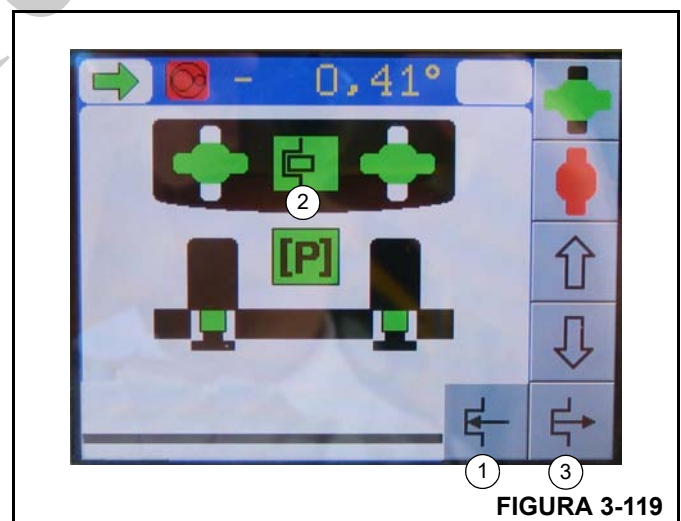

FIGURA 3-119
1. Pressione o botão de engate (1) (Figura 3-119). Quando os cilindros de travamento estiverem totalmente engatados, o ícone dos cilindros de travamento (2) se torna verde.
1. Pressione o botão de retração (3) (Figura 3-119). Quando os cilindros de travamento estiverem totalmente retraídos, o ícone dos cilindros de travamento (2) se torna vermelho.